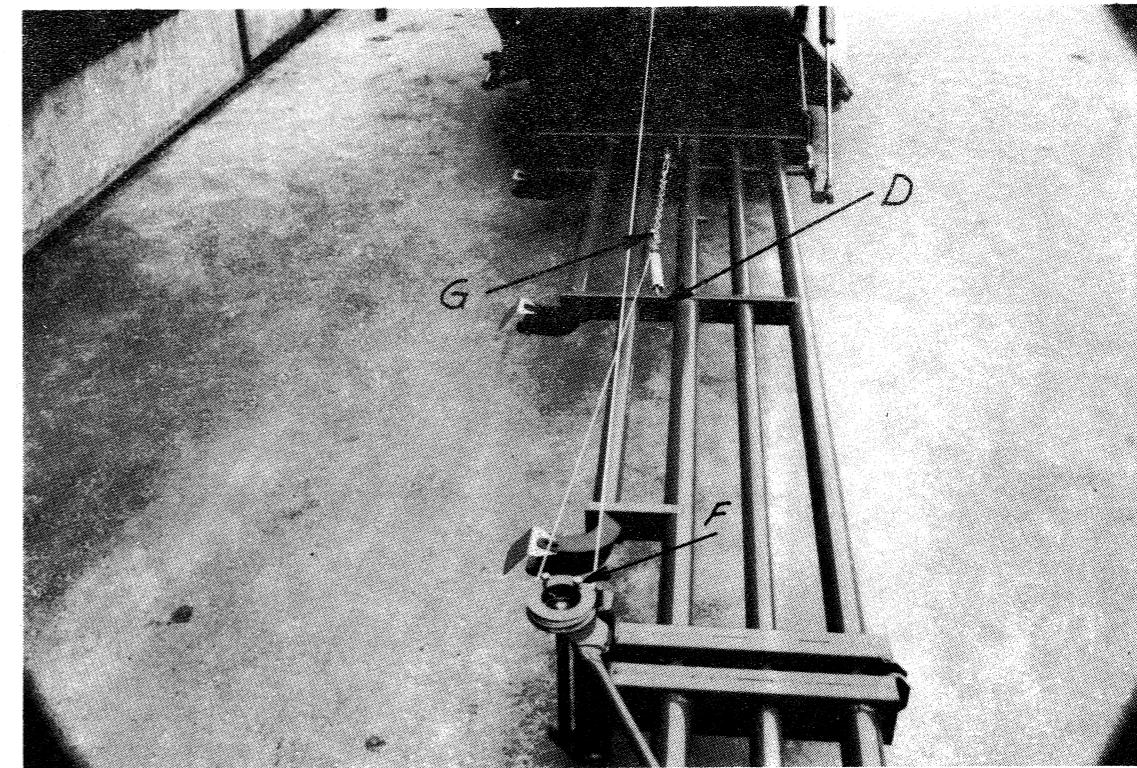

FIG. 3
4. När hydraulcylin dern är fullt utdragen och vantskruven längt fästes dragfjädern till kättingen så att fjädern har en viss förspänning. Fig 3.
5. Ytterbommens svängwire E bild 3, fästes till linjhulet vid punkt 5. Nämnda wire föres bakom linjhulet och fästes till kättingen vid punkt 6 med hjälp av en schackel och wirelås.